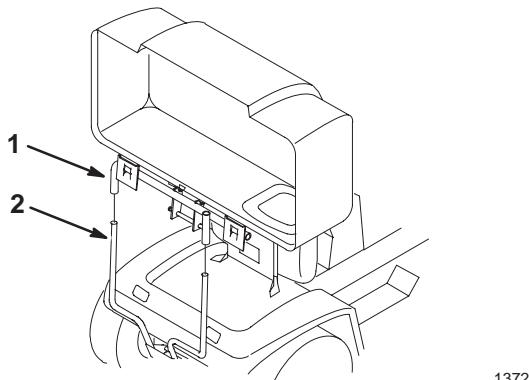

Figure 26
- Le couvercle étant ouvert, soulevez le haut du dispositif de ramassage avec précaution et placez-le sur le support de fixation rapide (Fig. 26).